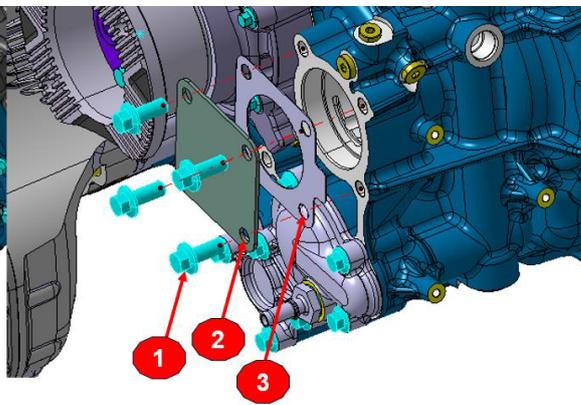

Figure 2- Pièces à enlever
4. Si le véhicule n'est pas équipé d'une prise de force, retirez les 4 boulons W500442 et le couvercle et le joint d'étanchéité de la prise de force (LC46-7A765-A et LC46-7A732-A), comme illustré à la figure 2